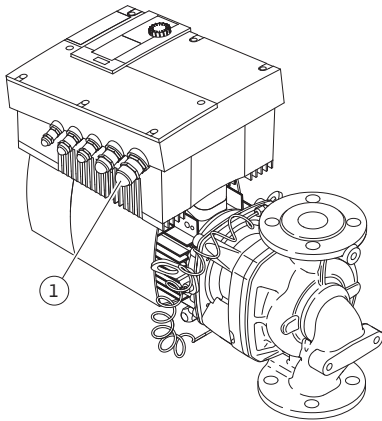

Fig. 27: Passe-câbles à vis M25
- Le câble d'alimentation réseau doit être inséré dans le passe-câbles à vis M25 (Fig. 27, pos. 1).